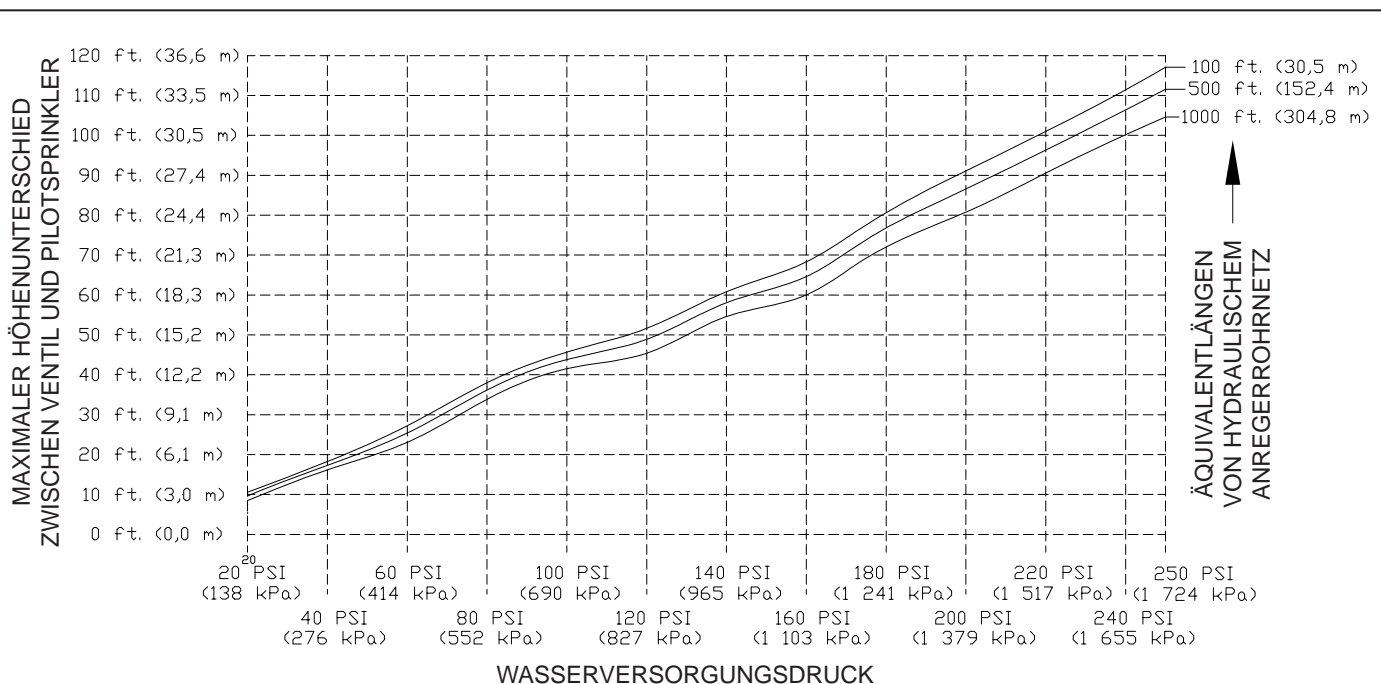

Abbildung 2
- a. Hydraulische Anregernetze - Die graphische Darstellung (Abb. 2) zeigt den maximal zulässigen Höhenunterschied zwischen Ventil und hydraulischem Anregerrohrnetz. Wenn dieser den in der Darstellung abzulesenden Grenzwert für das benutzte Ventil überschreitet, ein pneumatisches oder elektrisches Anregernetz benutzen.